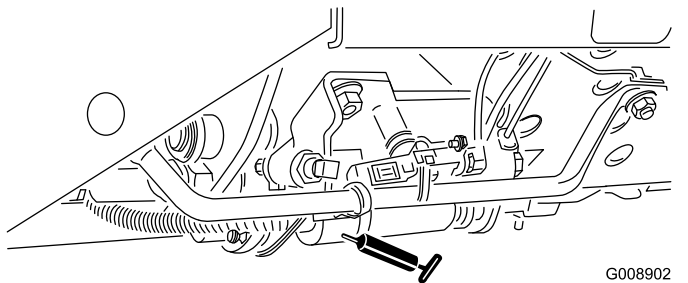

**Figura 52**
- Mecanismo de ajuste de punto muerto (Figura 52)